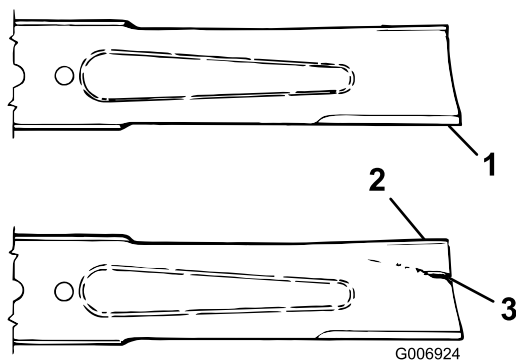

Figura 77
3. Examine cuidadosamente as extremidades da lâmina, prestando especial atenção à zona onde se encontram as partes curvas e planas da lâmina (Figura 77).
4. Se verificar que esta zona se encontra desgastada (Figura 77), substitua a lâmina; consulte Inspeção da plaina da lâmina \(página 78\).
Se a lâmina continuar a sofrer este tipo de desgaste irá formar-se uma ranhura entre a aba e a parte plana da lâmina (Figura 77). Eventualmente, pode soltar-se algum pedaço da lâmina e projetar-se, ferindo-o a si ou a qualquer pessoa próxima.